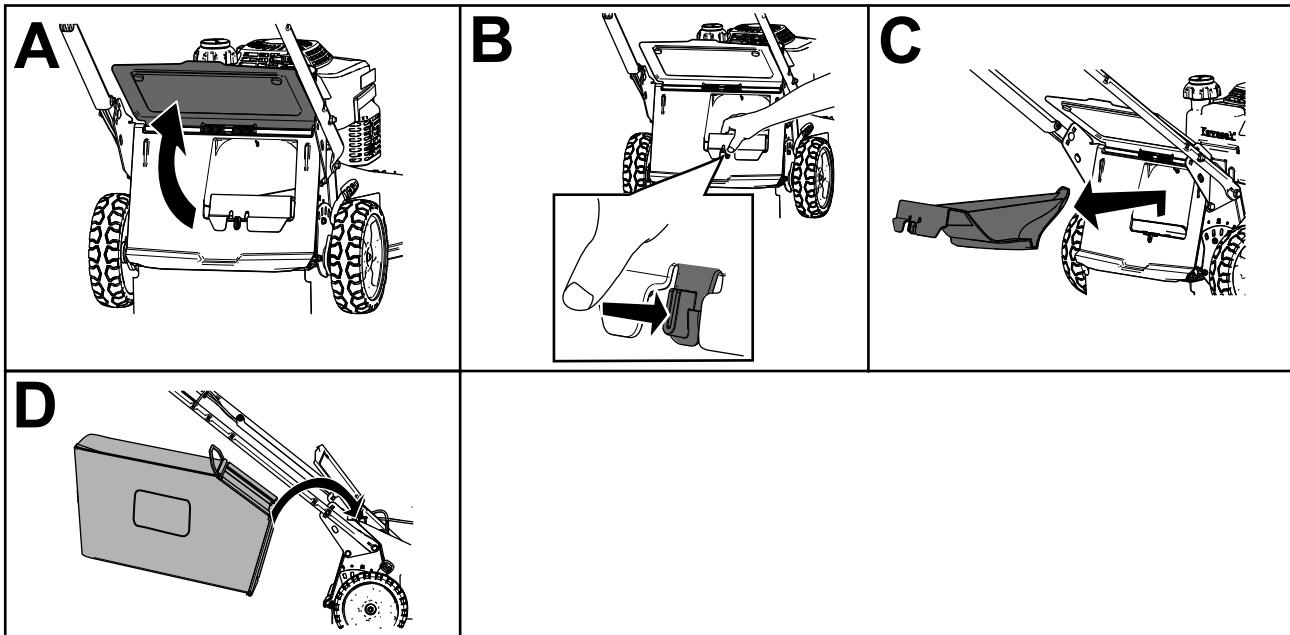

Figura 21
2. Sollevate il deflettore posteriore e tenetelo sollevato (A di Figura 21).
3. Rimuovete il coperchio di scarico posteriore premendo il fermo con il pollice ed estraendo il coperchio dalla macchina (B e C di Figura 21).
4. Installate le estremità dell'asta del cesto nelle tacche alla base della stegola e spostate il cesto avanti e indietro per accettare che le estremità dell'asta del cesto siano posizionate in fondo a entrambe le tacche (D di Figura 21).